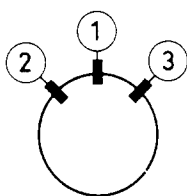

Fig. 4b
Se la posizione del giogo è corretta, posizionare i cunei (2) e (3) togliendo la striscia di carta, come indicato in Fig. 4b o 5b. Premere con decisione la parte adesiva di questi cunei contro il vetro del cinescopio.